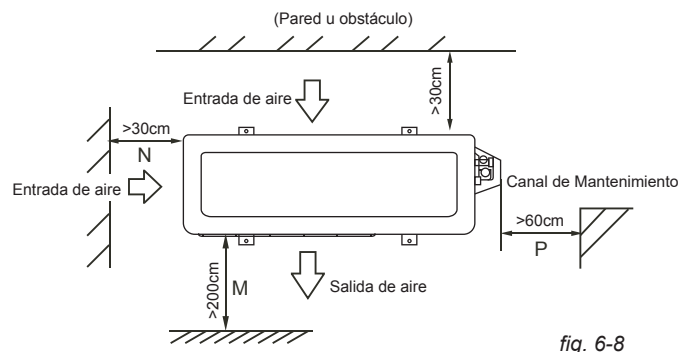
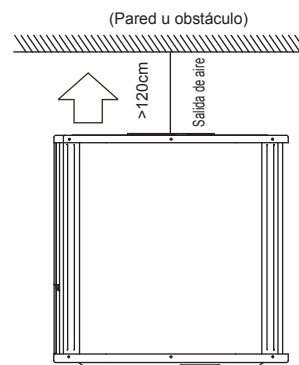

fig. 6-8
fig. 6-9
- La distancia mínima entre la unidad exterior y la los obstáculos descritos en la tabla de instalación, no significa que aplique lo mismo en una situación con un cuarto hermético sin aire. Deje abiertas dos o tres direcciones. .(Ver fig.6-7, fig.6-8, fig.6-9)